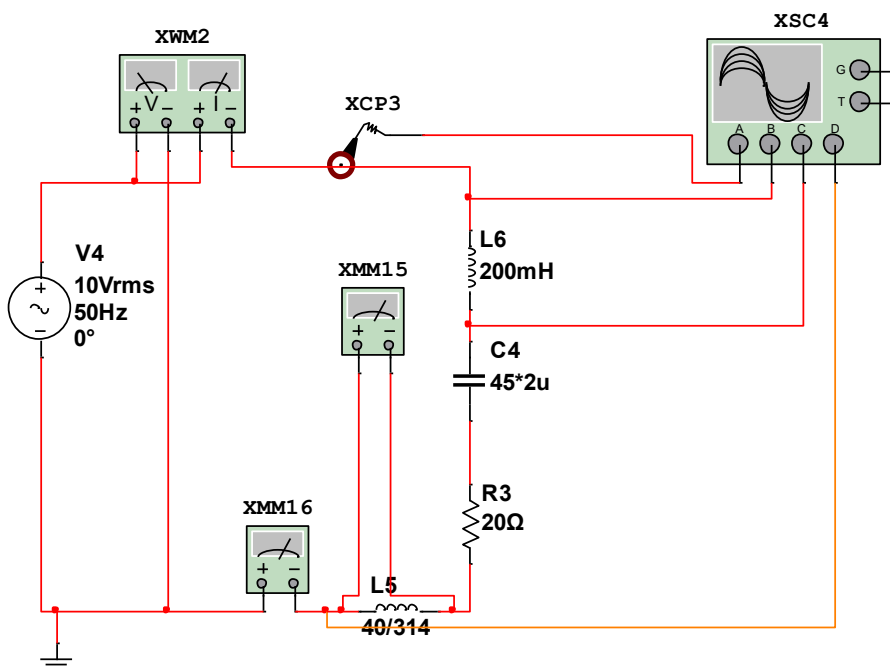

Рисунок 4.3 – Схема послідовного R-L-C кола
1. Зібрати повне коло R-L-C, рис.4.3.
1. Змінювати частоту джерела, рис.4.3.